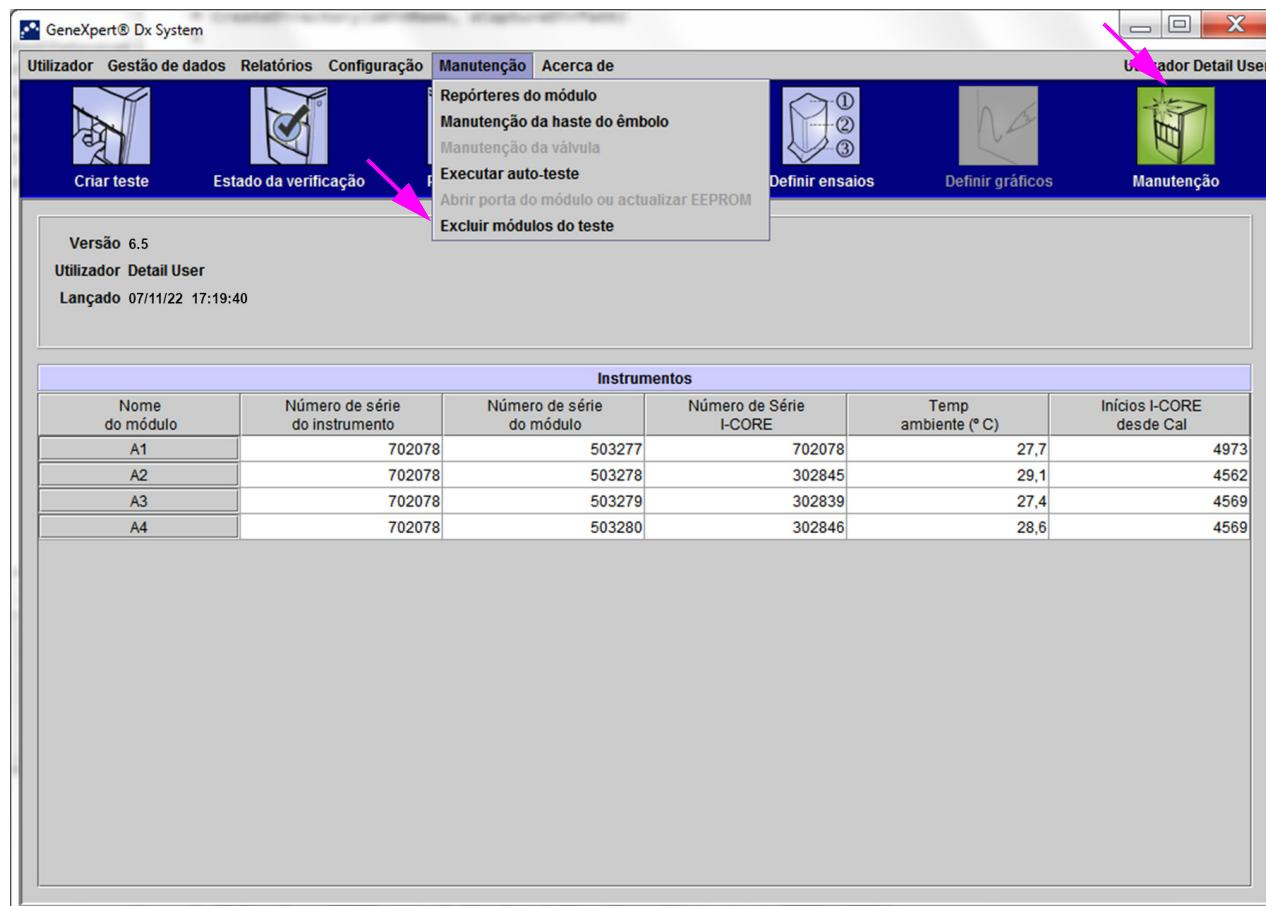

Figura 9-36. Janela GeneXpert Dx System
2. Na janela GeneXpert Dx System, clique no ícone **Manutenção**. Aparece o Manutenção ecrã seguinte. Consulte a figura 9-36.
1. Na janela GeneXpert Dx System, clique no ícone **Manutenção**. Aparece o Manutenção ecrã seguinte. Consulte a figura 9-36.